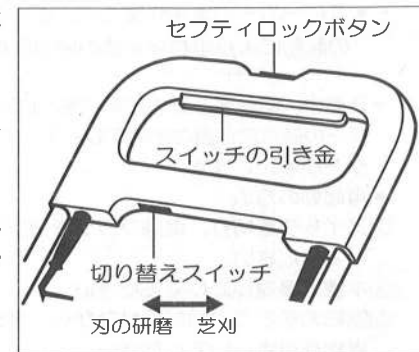

図11
- スイッチはセフティロックボタンを押した状態でスイッチの引き金を引いてください。(図11参照)
- 芝刈・研磨切り替えスイッチは、芝を刈るときには芝刈り側へ、ラッピング研磨をおこなう時は刃の研磨側へスライドさせてください。(図11参照)